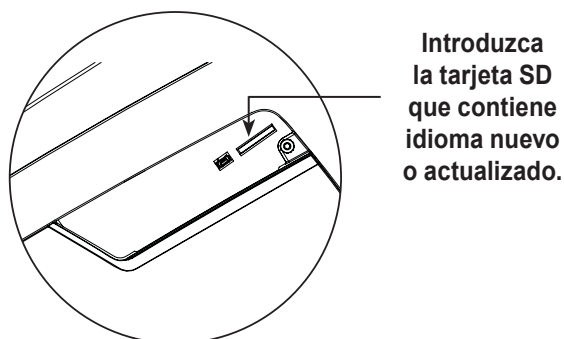

Figura 7
6. Introduzca la tarjeta SD que contiene los datos del idioma en el panel lateral de la máquina. Consulte Figura 7.